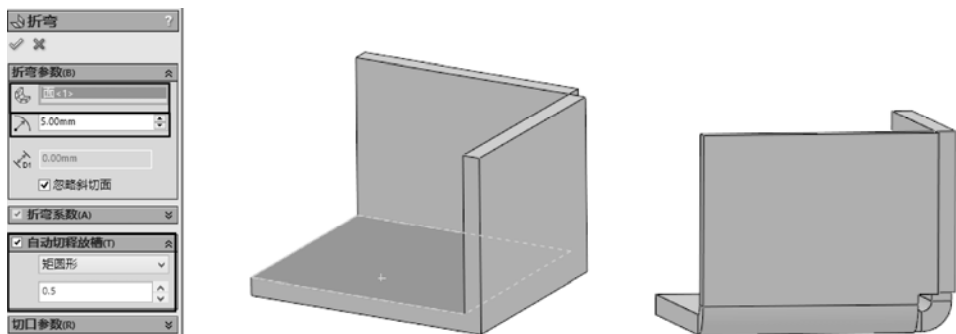

图 3-48 创建“折弯”
STEP 2 单击“钣金”工具栏中的“折弯”按钮，打开“折弯”属性管理器，选择“固定面”，设置“折弯半径”和“自动切释放槽”的类型，单击“确定”按钮即可创建折弯（此时从左侧的模型树中可以发现当前模型已被转换为钣金），如图 3-48 所示。